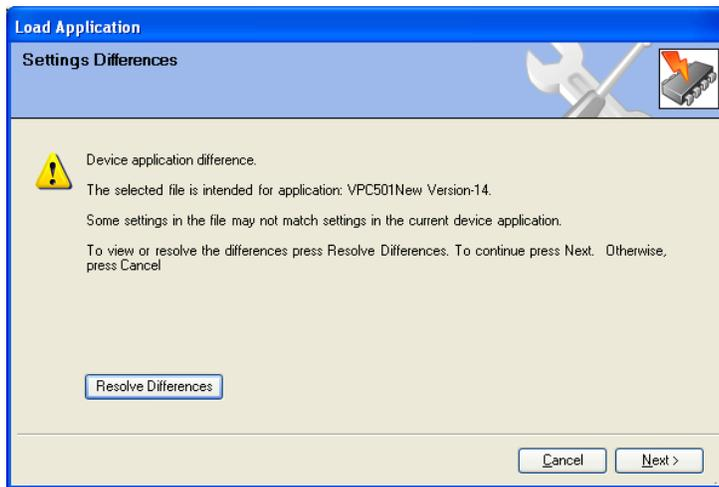

図 5-7. Setting Definitions 画面
11. アプリケーションローディング後に図 5-7の画面が出てきたら、コンバージョンが成功しなかったことを示します。続けるために“NEXT”ボタンを**押さない**でください。“CANCEL”ボタンでアップグレードプロセスを終了し、直ちにWoodwardに連絡してください。WoodwardはHelpメニューの下にある診断ログ及びアプリケーションローディング前に保存した設定ファイルを送っていただくようお願いすることがあります。